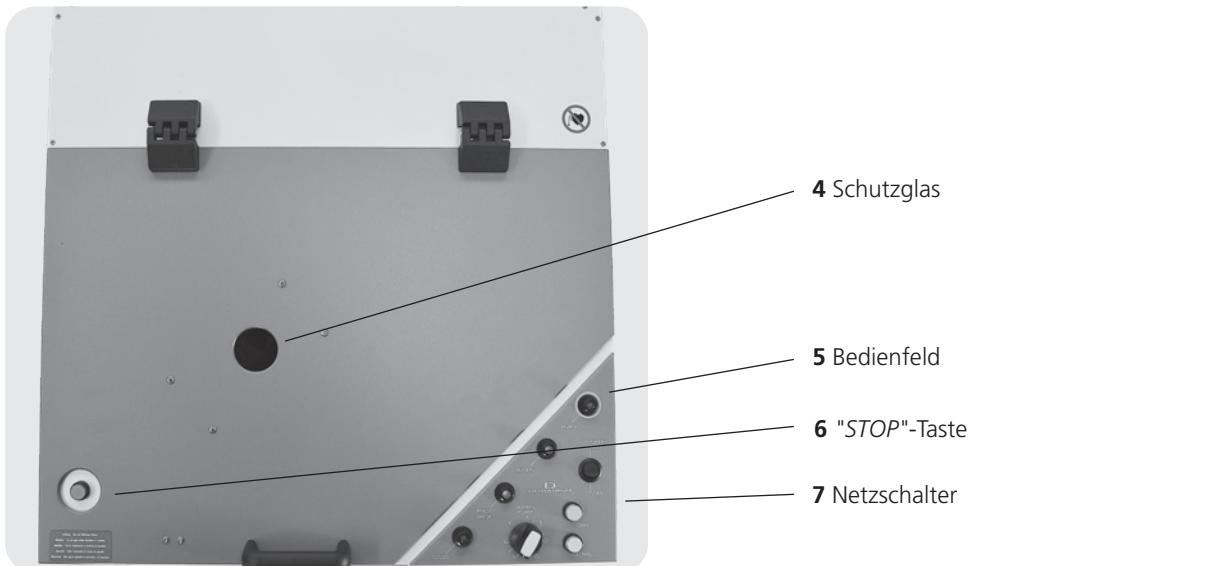

Fig. 2: Ansicht von oben
- Der Schmelzprozess kann mit Schließen des Deckels beginnen und über ein im Deckel integriertes Schutzglas (Fig. 2, Pos. 4) beobachtet werden.
- Das Gerät am Netzschatz (Fig. 2, Pos. 7) einschalten.